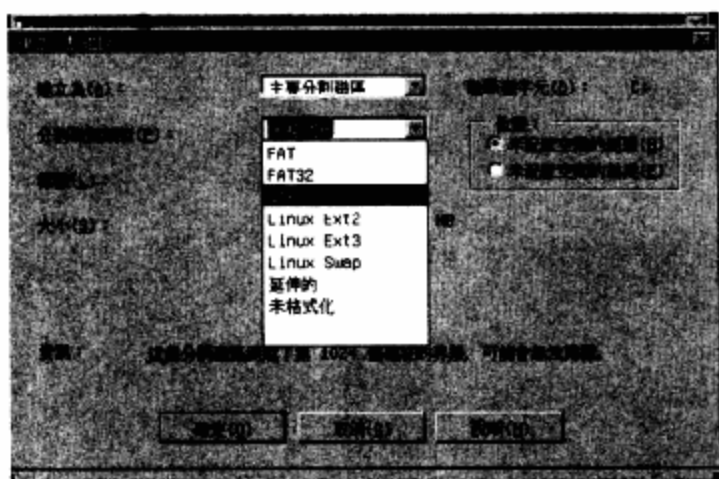

图4-83 选择NTFS选项
**步骤 04** 在这里建议最好选择FAT32和NTFS这两种格式中的一种。这里以NTFS为例。如图4-83所示。